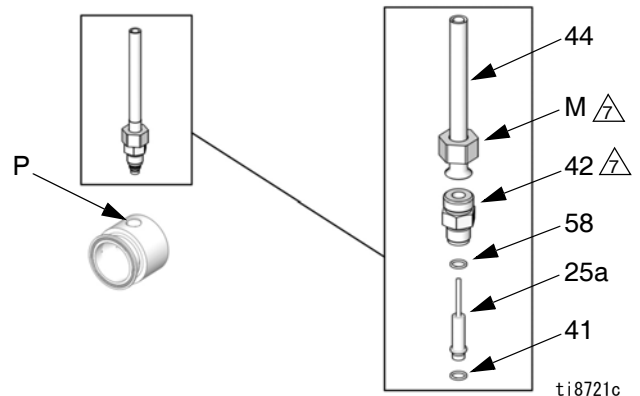

図 12. 圧力トランスデューサ
11. 図 12 を参照してください。センサーコンジット (44) のナット (M) を緩めて、トランスデューサポート (P) からアダプタ (42) をねじって外します。ポートからトランスデューサ (25a) を取り外します。
13. 図 12 を参照してください。新しい黒色 O リング および新しい真ちゅうのスペーサ (58) をトランスデューサ (25a) に取り付けます。
16. 図 12 を参照してください。トランスデューサをトランスデューサポート (P) に挿入します。まずアダプタ (42) に、次にナット (M) に 21-27 N・m (15-20 フィート・ポンド) のトルクを与えます。